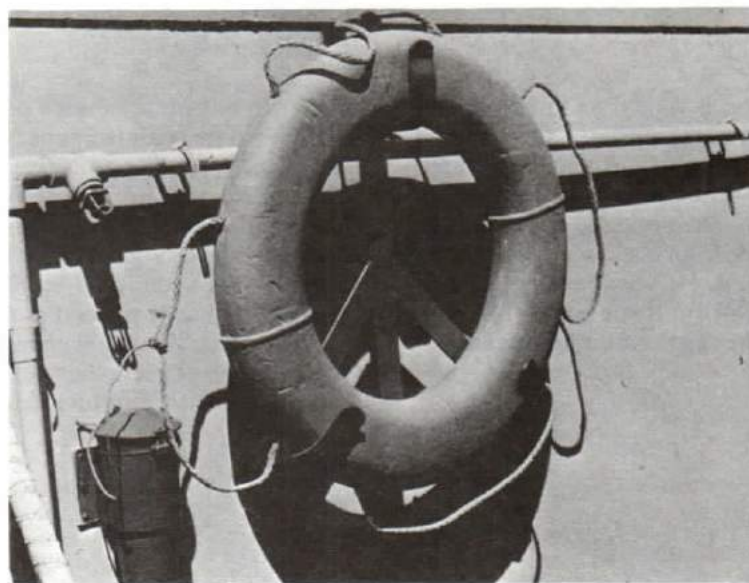
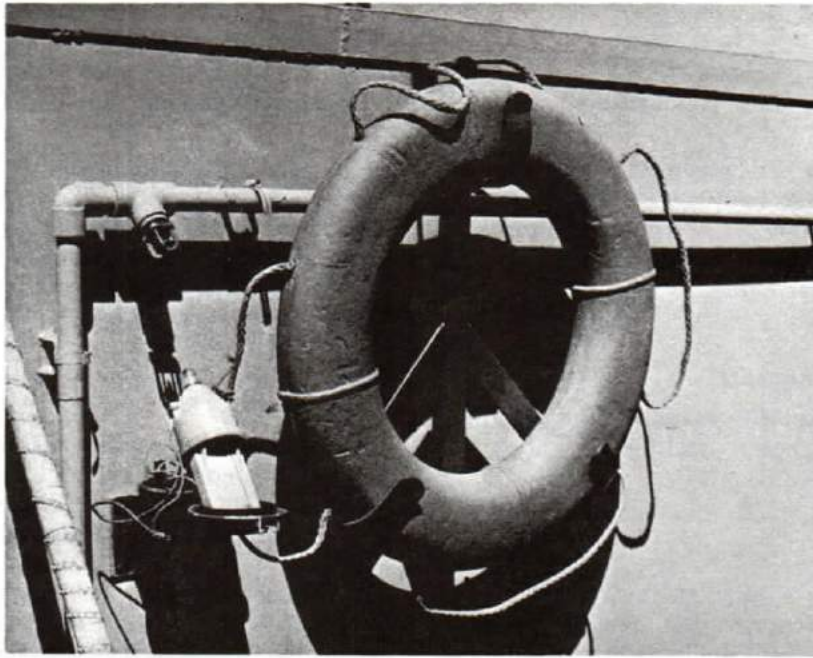

Figure 7-14
Figure 7-15
2. The light itself is a small float, attached to the kisbie float by a synthetic lanyard. See Figure 7-14. Incorporated into the lanyard is a large pin used to hold closed the aqualite container. Two small plugs fitted into the activating holes in the bottom of the light are connected to the container so that they are automatically removed when the light is pulled out of the container. See Figure 7-15.
2. Le dispositif consiste en un petit flotteur attaché à la bouée Kisbie par un cordon en matière synthétique qui porte une grosse goupille servant à tenir l'enveloppe de l'Aqualite fermée (voir la figure 7-14). Deux petits tampons bouchent les trous de déclenchement à la partie inférieure du dispositif; ces tampons sont reliés à l'enveloppe et ils se trouvent automatiquement retirés lorsqu'on sort l'Aqualite de son enveloppe (voir la figure 7-15).